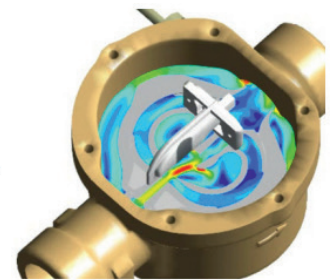

Bild 2: Oszillator schematisch mit Schwingstrahl (ROT)
**Bild 2:** Die Aufsicht auf den Oszillator zeigt die unterschiedlichen Geschwindigkeiten der Flüssigkeit. Der Schwingstrahl, durch die Düse beschleunigt, hat die höchste Geschwindigkeit und ist rot eingefärbt, die langsame Flüssigkeit ist blau eingefärbt.